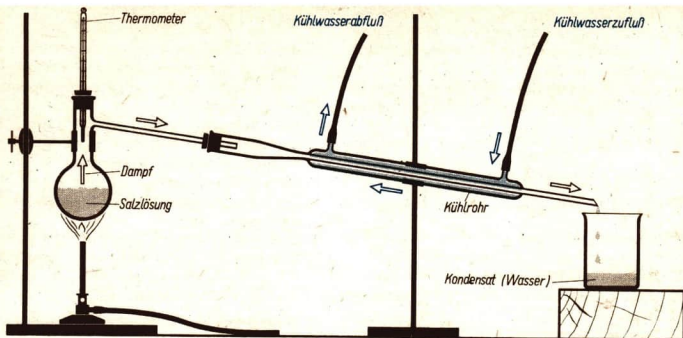

Bild 99/1 zu 24.
24. Erkläre die Wirkungsweise des Kühlers beim Destillieren (Bild 99/1)!